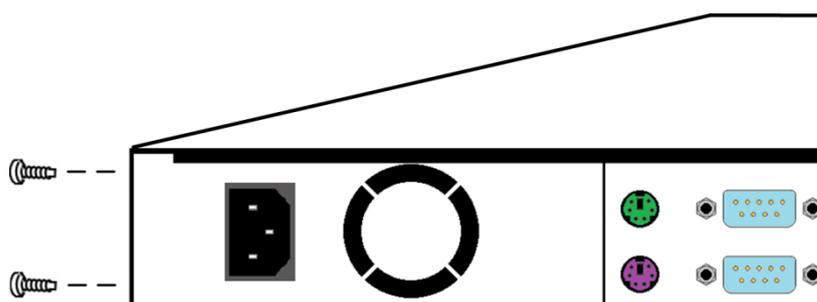

Рис. 24 Вывинчивание винтов из Спрут SR-4000
1. Вывернуть винты из боковых поверхностей корпуса Спрут SR-4000 (Рис. 24).